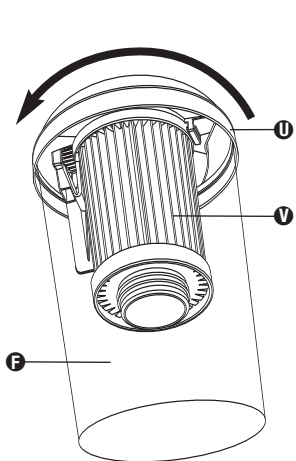

FIG. 14
Step 2: Remove dust cup lid **U** and filter assembly **V** (FIG. 14).
Paso 2: Quite la tapa **U** del recipiente para polvo y el ensamblaje del filtro **V** (FIG. 14).